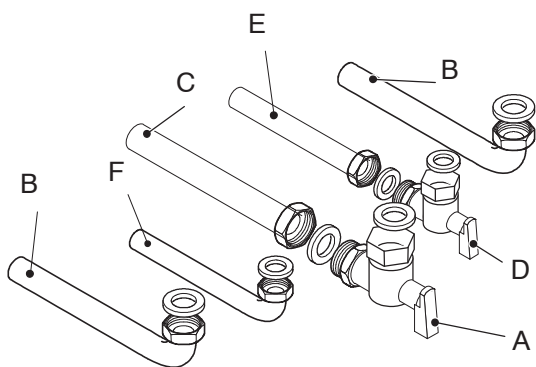

Fig. 5-3
- 4 Fix the gas cock A ($\frac{3}{4}$ ") to the boiler using the $\frac{3}{4}$ " gasket (Fig. 5-3)
- 4 Присоедините газовый кран А ($\frac{3}{4}$ ") к котлу, используя прокладку на $\frac{3}{4}$ " (рис. 5.3)